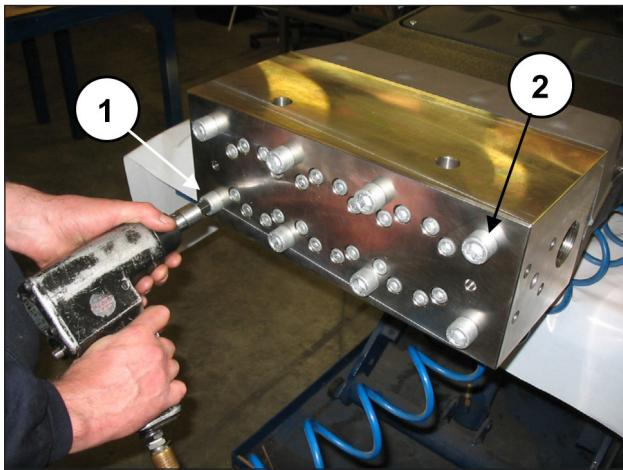
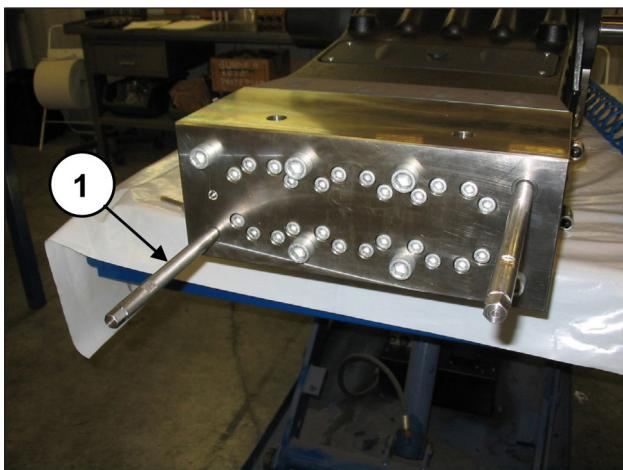

Fig. 95
Fig. 96
Solte dois parafusos de fixação do cabeçote M16x320, diametralmente opostas (pos. ① e ②, Fig. 95), substituindo-os com dois parafusos-pino de serviço (cód.27540200) (pos. ①, Fig. 96), e assim, proceda com a remoção dos parafusos restantes.